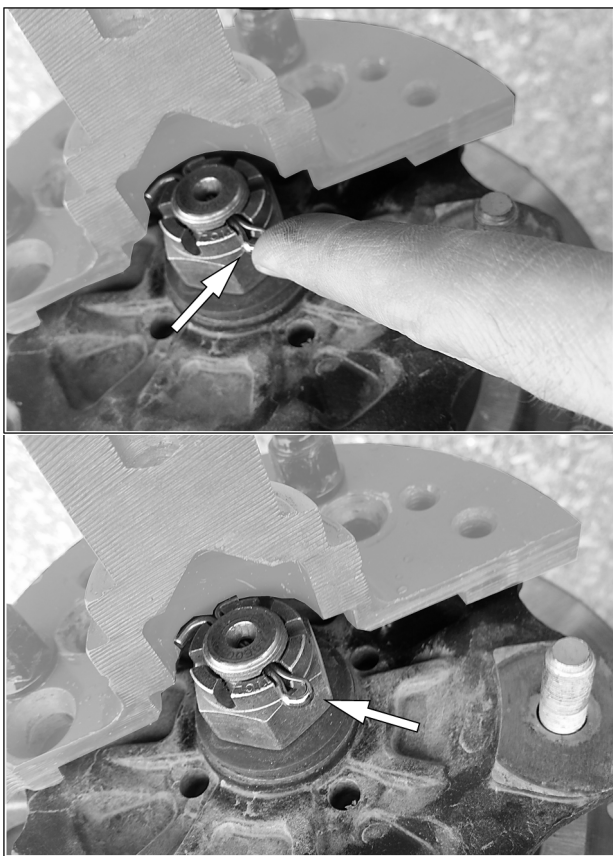

Fig. 17
7. Modifier la position de la goupille fendue pour éviter toute interférence lors de l'assemblage du moyeu du système de traction. Le moyeu du système de traction doit se positionner sans résistance au moyeu du véhicule. Voir la Fig. 17